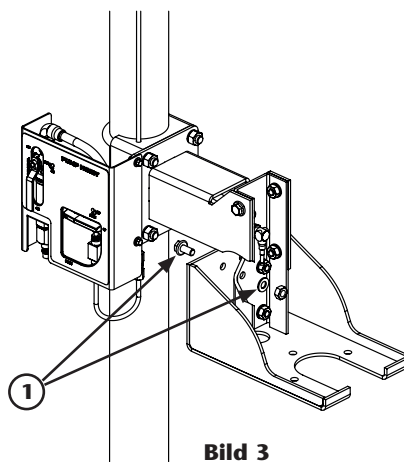

Bild 3
1. Für die Modelle (391020, 391020.270, 391023, 391021): Platzieren Sie den Pumpenhalter und befestigen Sie ihn mit Hilfe der Schrauben (1) am Arm (Bild 3).